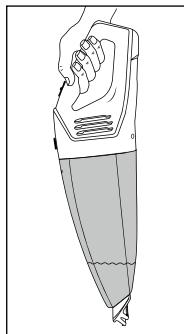

Abb. 2
- Reinigen Sie, nachdem Sie Flüssigkeiten aufgesaugt haben, sofort den Schmutzbehälter ⑪. Ansonsten bilden sich Bakterien und Keime! Achten Sie darauf, dass der Staubfilter-Beutel ⑨ vollständig getrocknet ist, bevor Sie das Gerät wieder benutzen.
- Wenn Sie Flüssigkeiten aufgesaugt haben, tragen Sie das Gerät immer mit der Nasssaugdüse ① nach unten weisend (siehe Abb. 2):